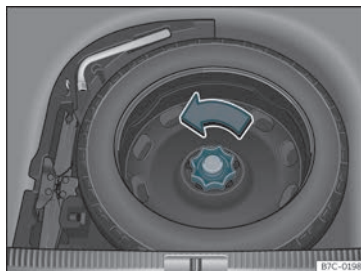

Fig. 197 Nel bagagliaio: piano di carico sollevato.
- Girare la manopola in senso antiorario » fig. 197.